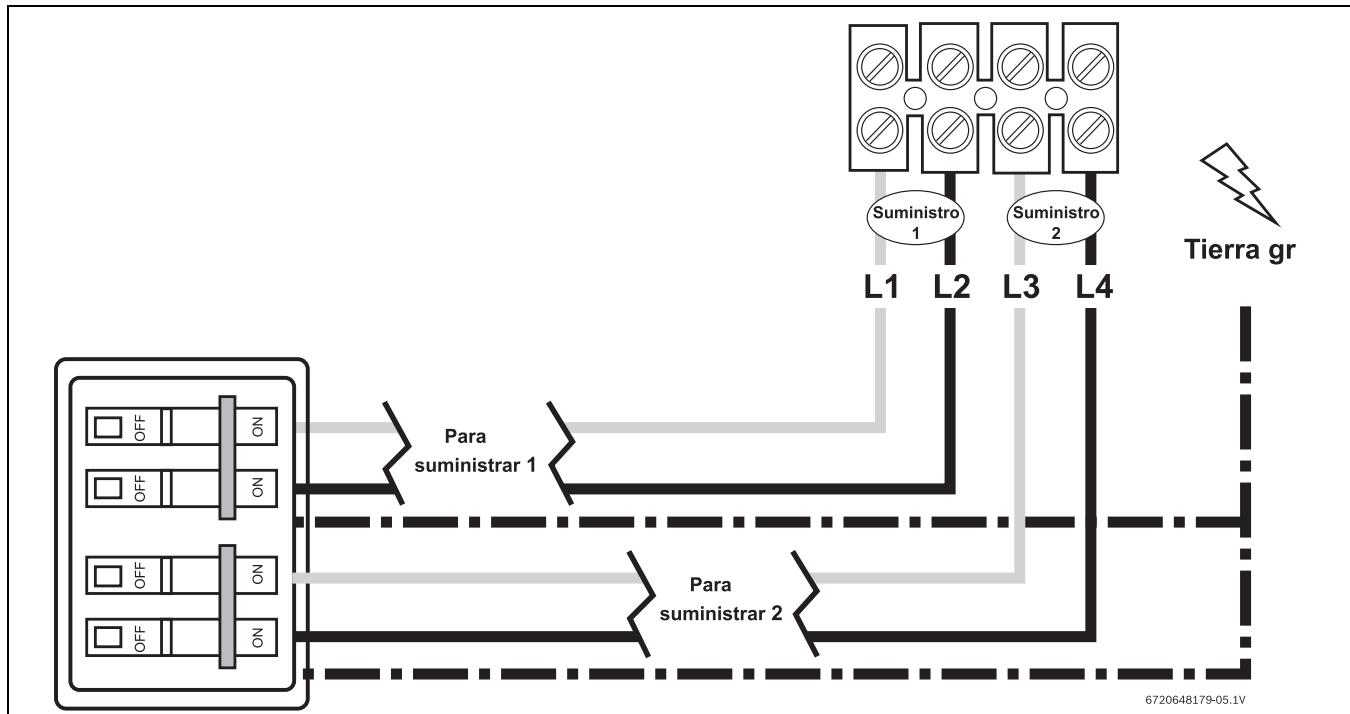
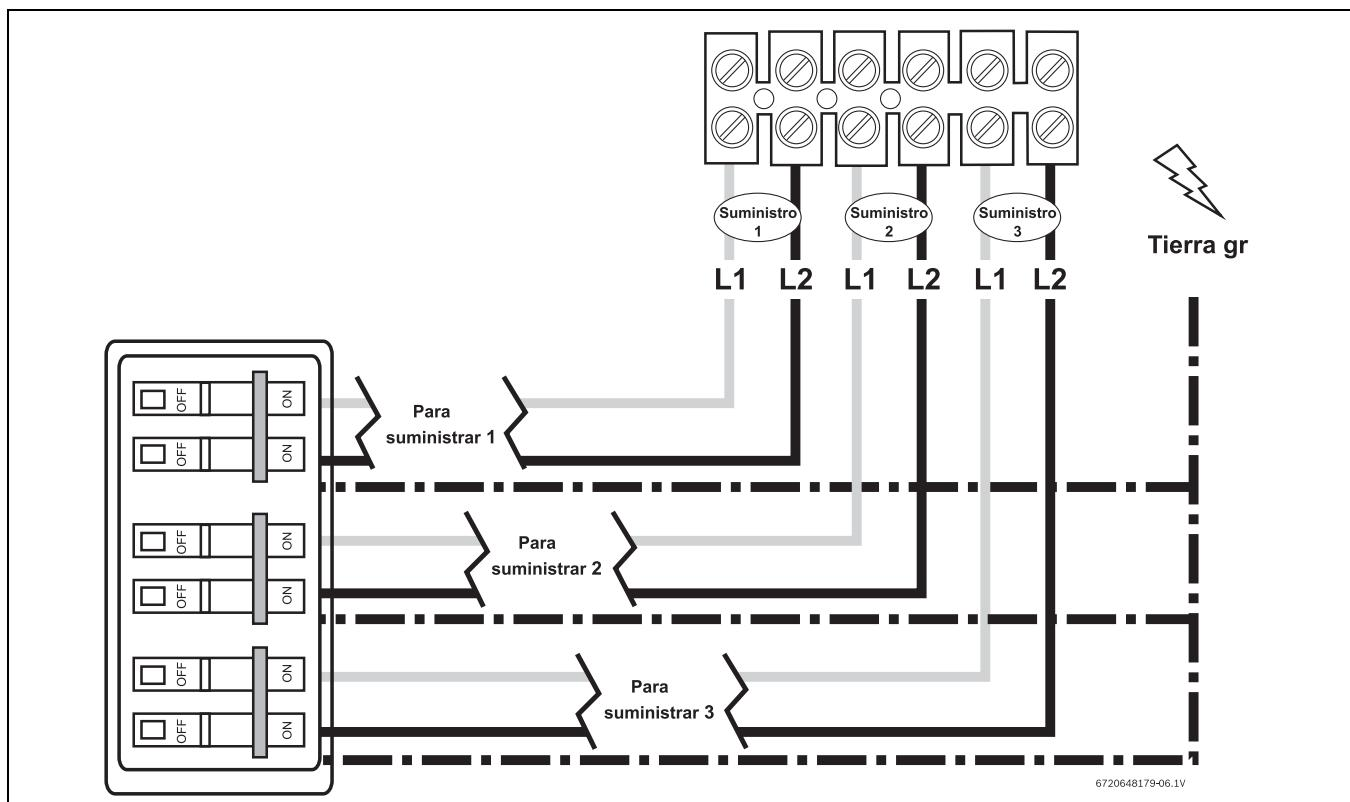

Fig. 7 WH17 conexión de la placa terminal (sólo para EE.UU.)
Fig. 8 WH27 conexión de la placa terminal (sólo para EE.UU.)
- Pele el aislamiento de los cables de alimentación aproximadamente ½ pulgada. Conecte los cables con corriente a las terminales marcadas "L1" y "L2." Hay dos pares de cables con corriente en los pares WH17 y tres de cables con corriente en la WH27. (Vea la Fig. 7 y Fig. 8, page 16).
- Cualquier aislamiento de los cables de tierra debe ser pelado alrededor de ¾ de pulgada. Los conductores de tierra deben estar conectados a la terminal de poste con la marca "GR". (Vea la Fig. 7 y Fig. 8, page 16).